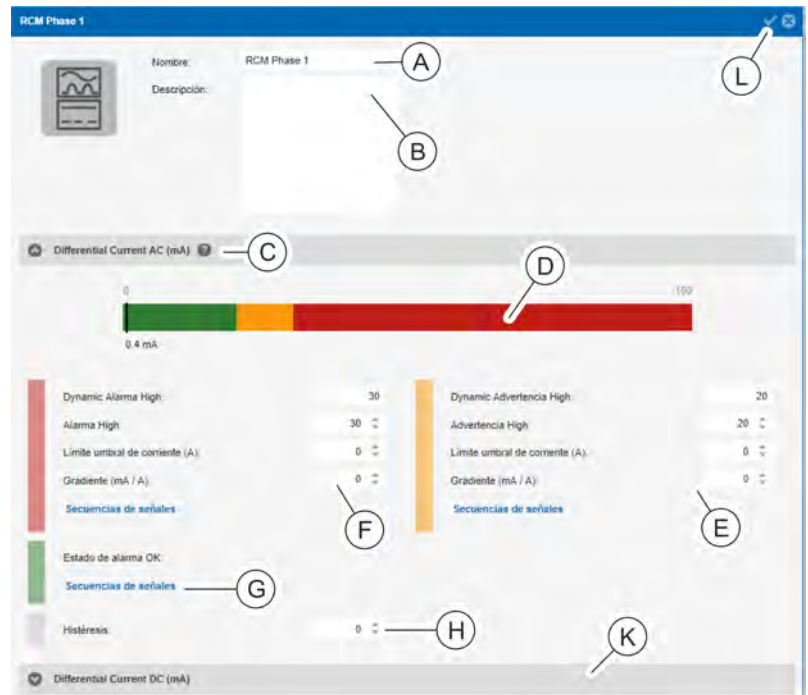

Fig. 127: Vista detallada
4. ➤ En caso necesario, cambie el nombre del medidor de corriente diferencial (Fig. 127/A) en la vista detallada y, dado el caso, añada una descripción (Fig. 127/B).
5. ➤ En el campo "Differential Current AC (mA)" introduzca un valor para "Alarma High", "Limite umbral de corriente (A)" y "Gradiente (mA / A)" (Fig. 127/C).
8. ▶ En el campo "Differential Current AC (mA)" introduzca un valor para "Advertencia High", "Límite umbral de corriente (A)" y "Gradiente (mA / A)" (Fig. 127/Ⓒ) y asigne una secuencia de señales (de forma análoga a los pasos 5 y 6).
9. ▶ En el campo "Differential Current AC (mA)", asigne al parámetro "Estado de alarma OK" (Fig. 127/Ⓓ) una secuencia de señales en caso necesario (de forma análoga al paso 5-7).
10. ▶ En el campo "Differential Current AC (mA)" introduzca un valor para "Histéresis" (Fig. 127/Ⓔ).
11. ▶ Repita los pasos 5–10 para el campo "Differential Current DC (mA)" (Fig. 127/Ⓕ).
Las opciones "Límite umbral de corriente" y "Gradiente" no se pueden definir para "Differential Current DC (mA)". Los valores umbral para el control de corriente continua aparecen indicados con colores (Fig. 127/Ⓒ).
12. ▶ Confirme la selección con el botón "Guardar" (Fig. 127/Ⓖ).
Los valores de "Dynamic Advertencia High" o "Dynamic Alarma High" se calculan automáticamente. Con el signo de interrogación (Fig. 127/Ⓒ) se puede mostrar una gráfica con una explicación del valor umbral de RCM dinámico (Fig. 18).